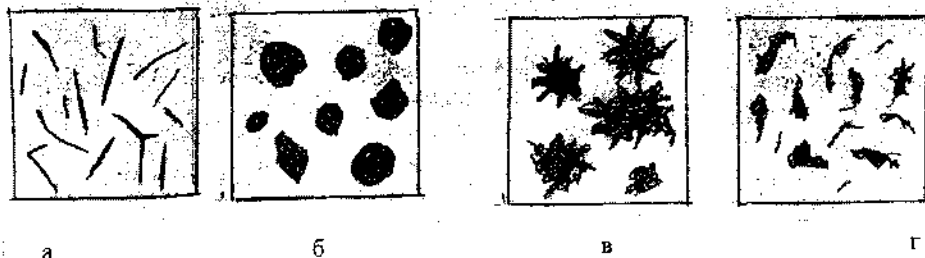

Рисунок 5.4 - Формы графита в чугуне:
- серый литейный чугун, в котором графит выделяется в пластинчатой форме (рисунок 5.4, а);
- высокопрочный чугун, в котором графит находится в шаровидной форме (рисунок 5.4, б);
- ковкий чугун, в котором графит находится в хлопьевидной форме (рисунок 5.4, в);
- чугун с вермикулярным графитом, в котором графит находится в виде мелких включений продолговатой и компактной формы (рисунок 5.4, г).